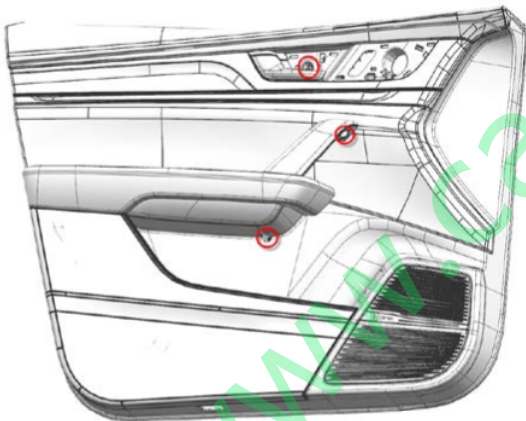

图8-1-2 左前门螺钉拆卸示意图
(1) 图8-1-2, 用缠有保护胶带的十字螺丝刀将图中圆圈处的螺钉 (扣手处1个) 和螺栓 (扶手和拉手处各1个) 拆下